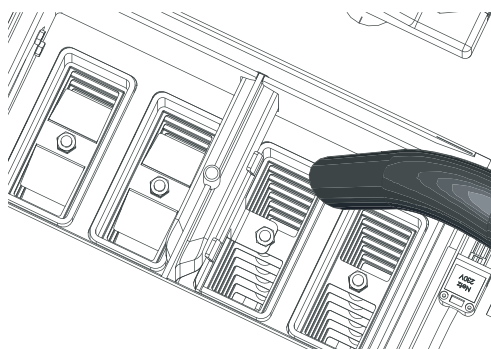

Fig. 69 Aspirare la cenere
- ▶ Aspirare la cenere dalle superfici riscaldanti – Fig. 69.